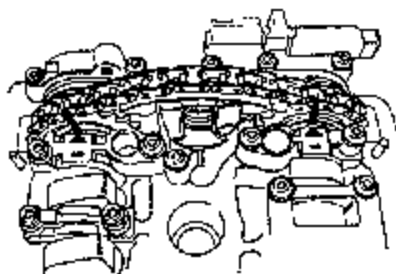

图 4-97 标记链条和链轮的安装位置
(3) 如图 4-97 所示, 清洗面对轴承盖上两箭头的链条及凸轮轴链轮, 并用彩色标出安装位置。两箭头间的距离 (即彩色标记间的距离) 为 16 个链辊——即从豁口旁的进气凸轮轴链轮的链辊开始计。注意不可用中心冲头在链条上打标记或切口。